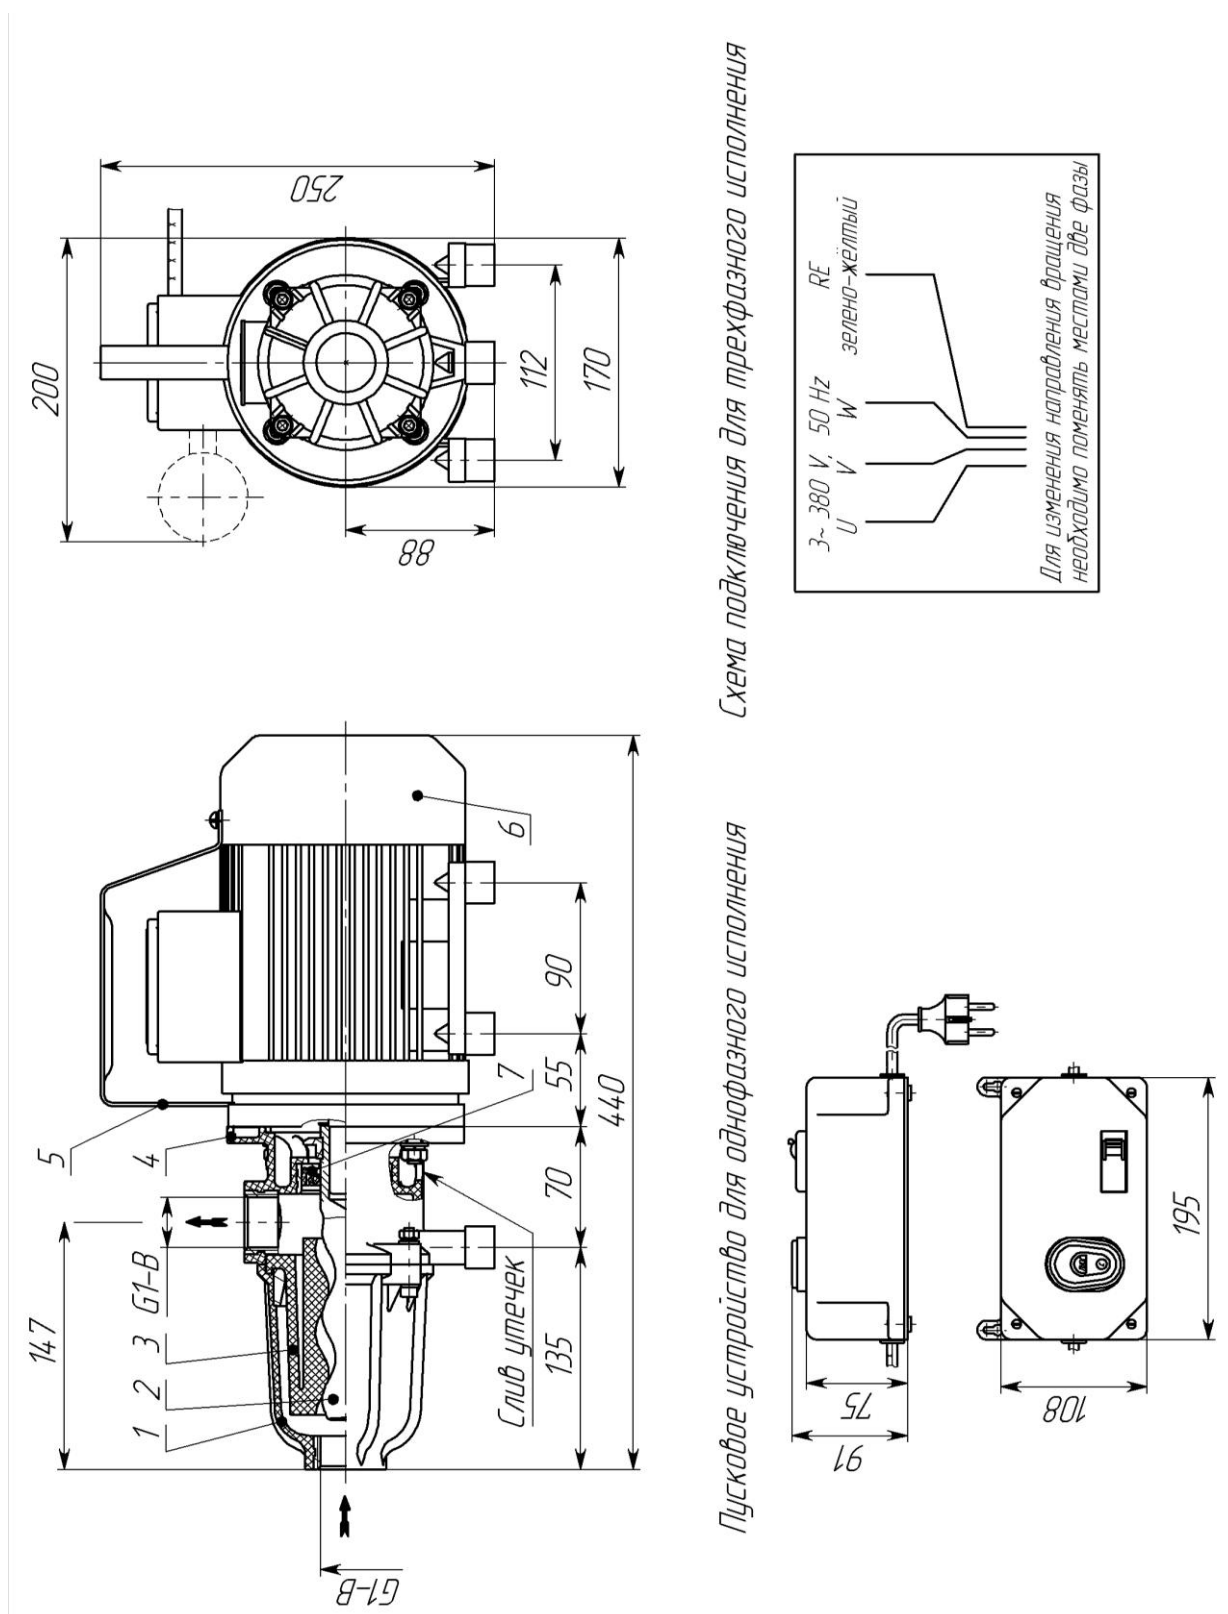

Рисунок 1 – Устройство электронасоса
1.5.2 На электронасосе направление вращения ротора обозначено стрелкой на фанаре 4 (рис.1).